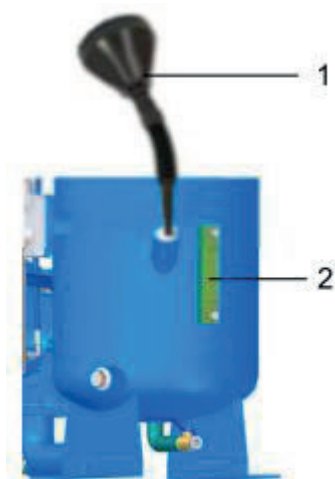

Рис. 33: Заправочный патрубок
6. → С помощью воронки (Рис. 33/1) залейте охлаждающую жидкость до средней отметки смотрового стекла (Рис. 33/2).